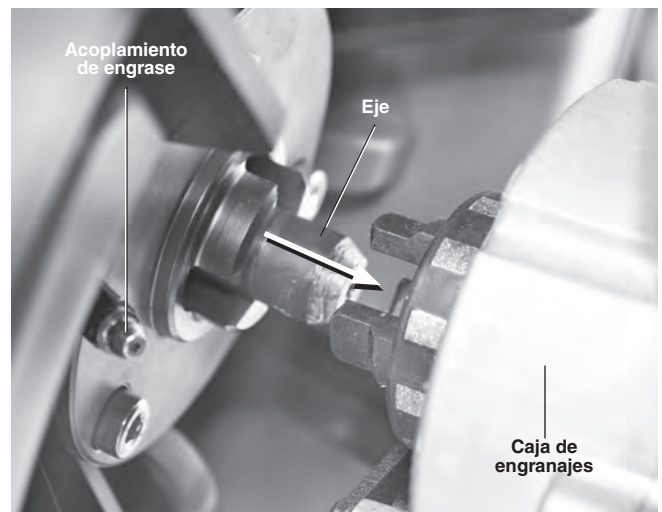

Figura 24 – Reemplazo del tambor. El retén del tambor está abierto y el tambor se desliza hacia atrás.
4. Agarre bien el tambor y deslícelo aproximadamente 1 pulgada (25 mm) para alejarlo de la caja de engranajes (*Figura 24*).
6. Proceda al revés para instalar el tambor. El eje en la parte de atrás del tambor debe alinearse con la caja de engranajes. Luego deslice el tambor hacia la caja de engranajes (*Figura 24*). Aleje las manos de los sitios donde podría pellizcarse los dedos e incline la máquina hacia atrás sobre las ruedas. Haga girar el tambor lentamente hasta que quede completamente asentado. Cierre bien el retén del tambor. Si está cambiando a un cable de otro diámetro, tal vez tenga que ajustar la unidad AUTOFEED.
La máquina se lubrica con grasa multiuso, en los acoplamientos de engrase ubicados en la conexión del tubo guía y tambor (Figura 7), el dorso de la máquina (Figura 24), y la unidad AUTOFEED (Figura 9). Lubrique la máquina cada vez que extraiga o cambie el tambor, si la limpieza ha desgrasado la máquina, y como mínimo después de cada 20 horas de funcionamiento.